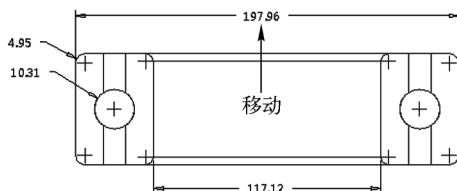

图 4-38 移动标注尺寸
STEP 02 在绘图区下方的尺寸标注上，单击鼠标左键，使之处于选中状态，单击鼠标左键的同时，向上拖曳鼠标指针至合适位置，释放鼠标，即可完成尺寸位置的移动，效果如图4-38所示。